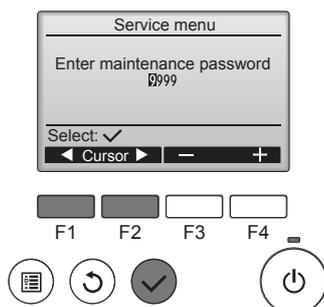

Fig. 7-3
- Lorsque le menu SAV est sélectionné, une fenêtre vous invitait à saisir le mot de passe apparaît. (Fig. 7-3)